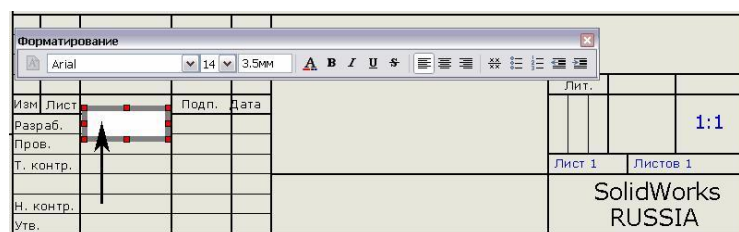

Рис. 62
3. Поместите рамку заметки в нужное место основной надписи, щелкнув по этому месту левой кнопкой мыши (Рис. 62).